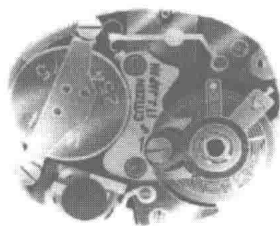

图 1-1-2 西铁城摆轮游丝式电子表机心
(1) 第一代 摆轮游丝式电子表（图1-1-2）。1957年诞生世界第一只摆轮电子表——汉米尔顿（Hamilton Ventura）奇形电子表。